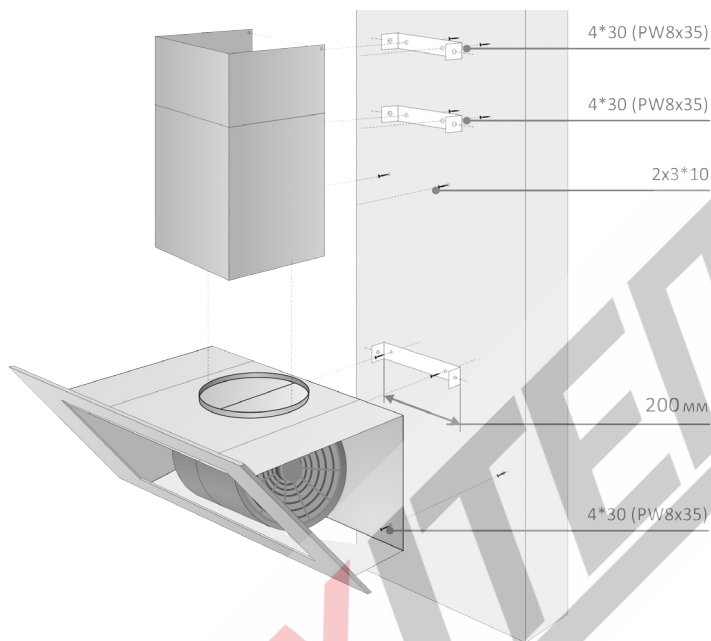

Рис. 8 Схема монтажа вытяжки
При навешивании наклонной вытяжки, перед установкой необходимо дополнительно 4 отверстия диаметром 8 мм, чтобы закрепить кронштейн болтами и дюбелями, идущими в комплекте. (Рис. 8)
2. Просверлите отверстия по отметкам (8\*40 мм). Вставьте дюбеля. Поставьте изделия и зафиксируйте саморезами (4\*30 мм). (Рис.8)